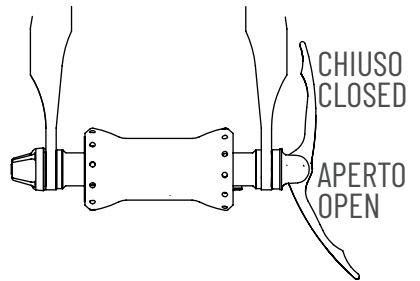

FIG. 7
- Controllate che le ruote siano saldamente ancorate al telaio con il bloccaggio chiuso in posizione corretta (Fig. 7). Alzate una ruota e spingete con forza più volte sul pneumatico; la ruota non deve muoversi o sganciarsi; ugualmente con l'altra ruota.